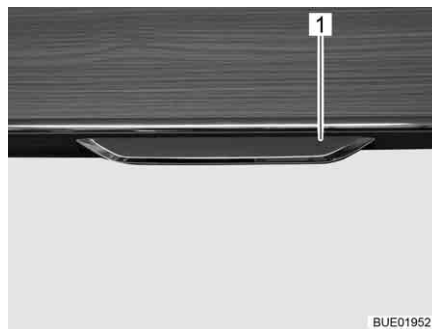

Bild 61 Skåplucka med låshandtag
- Dra låshandtaget (Bild 61,1) utåt.